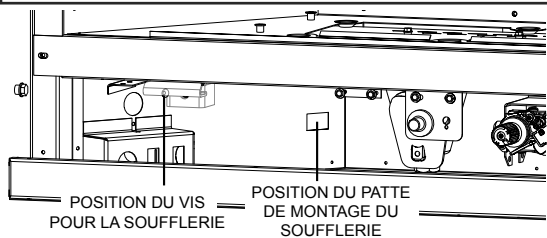

Fig. 1
F. Faites pivoter la soufflerie dans le bas de l'appareil, assurez que le joint d'étanchéité reste en place entre la soufflerie et le foyer pendant que vous glissez la soufflerie contre la côté gauche dans la patte de montage du soufflerie. Fixer en place utilisant une vis, voir Figure 1 et 2.